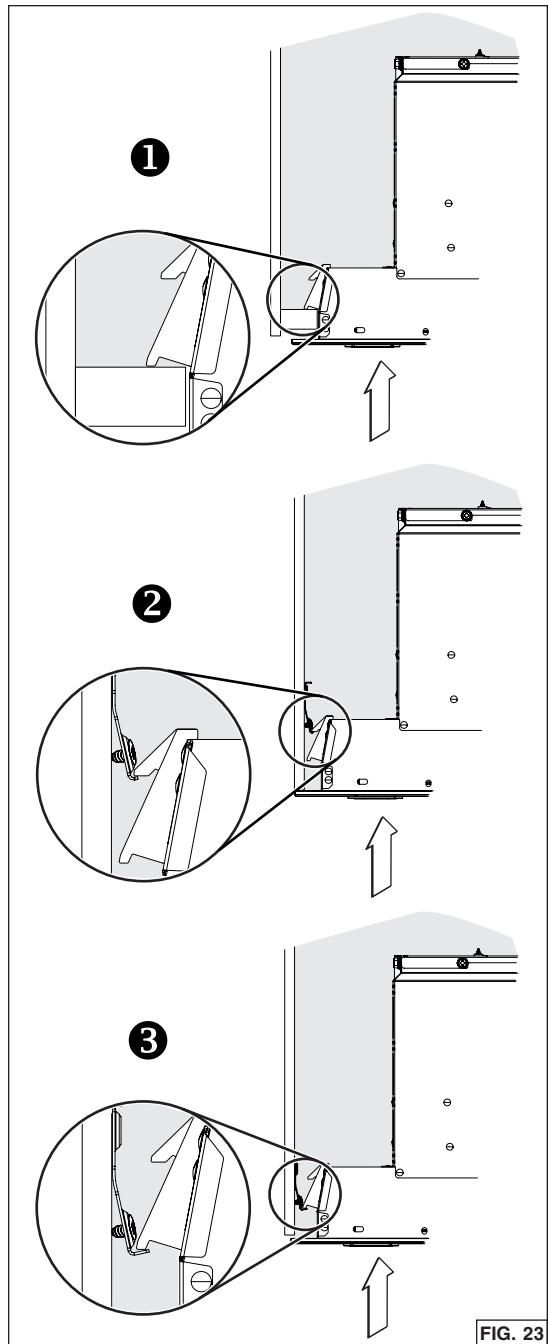

FIG. 23
2. Insertar el aparato en el gabinete hasta que sentir un click a ambos lados del aparato, confirmando que los ganchos Ease of Install están apoyando en la parte superior de los lados de la base del gabinete **1**, o sobre los bordes de los soportes de gabinete **2** o **3** (FIG. 23). Mover el aparato de izquierda a derecha, de delante hacia atrás y levantar para comprobar que los ganchos Ease of Install retienen el aparato en el gabinete.